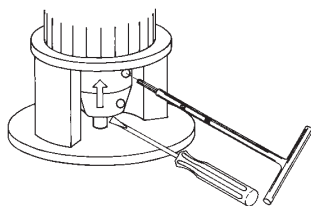

Рис. 20 Затягивание винтов
6. Попарно (с одной и той же стороны) затягивают винты, как показано на рис. 20, с величиной крутящего момента, указанной в таблице ниже.